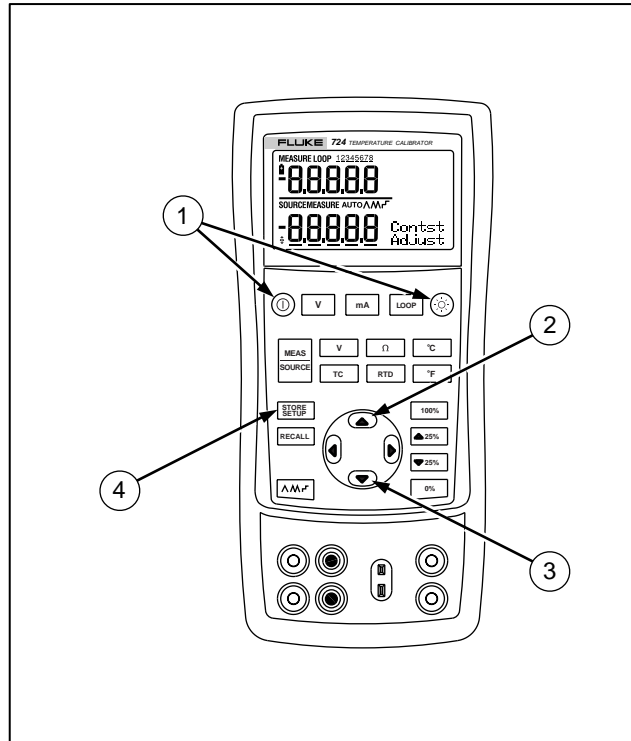

Figure 6. Kontrasteinstellung
1. und **Ⓞ** drücken, bis „Contrast Adjust“ angezeigt wird. Siehe Abbildung 6.